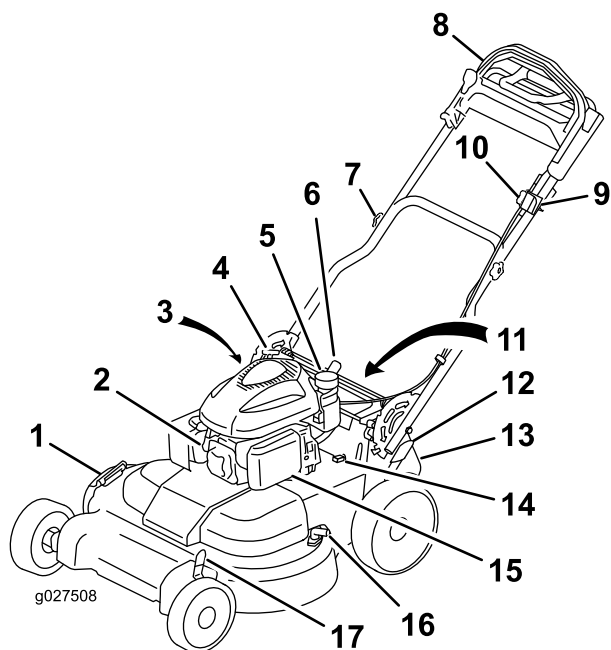

**Bild 9**
2. Haken Sie den unteren Kanal des Grasfangkorbs an der Unterseite des Rahmens ein (Bild 9).
3. Haken Sie die oberen und seitlichen Kanäle des Grasfangkorbs an der Oberseite und der Seite des Rahmens ein (Bild 9).